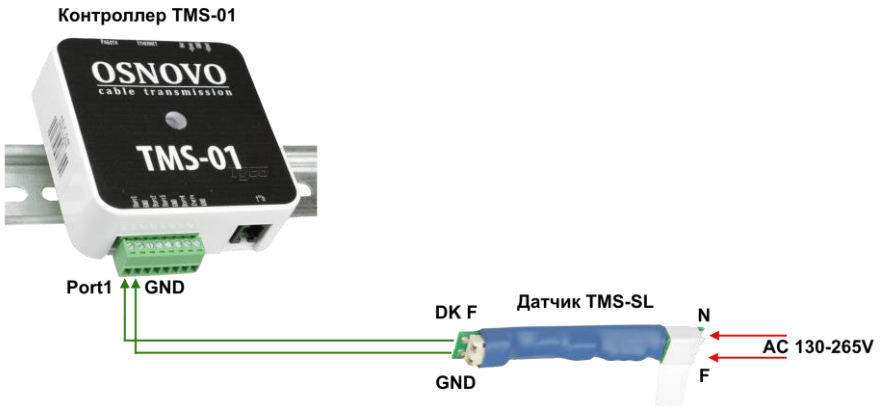

Рис. 6 Подключение датчика контроля фазы TMS-SL к контроллеру TMS-01\*
- TMS-SL – датчик контроля наличия фазы (рис. 6);